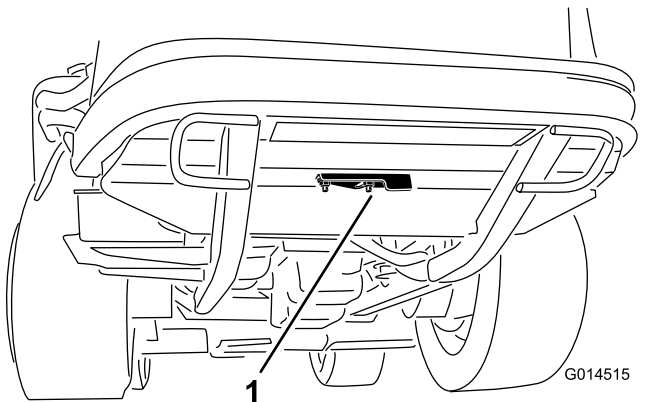

Figura 45
2. Desaperte a porca flangeada que prende a cobertura de limpeza à parte inferior da estrutura traseira (Figura 45). Rode a cobertura para o lado para expor o furo de limpeza no chassis.